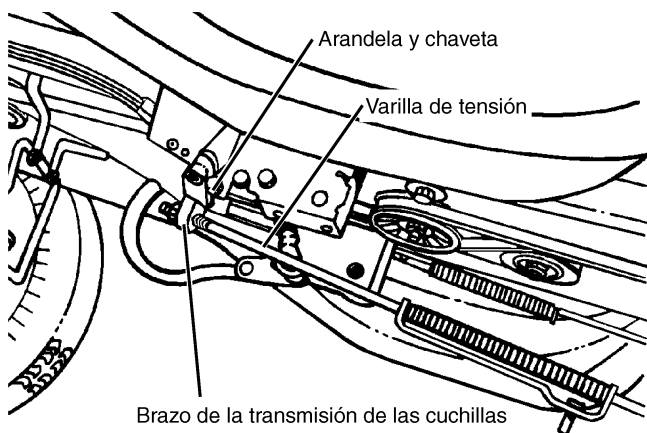
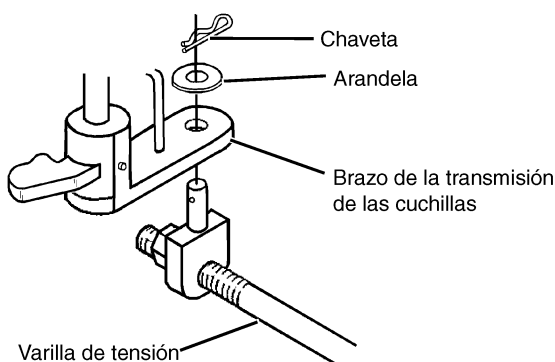

FIGURA 9
FIGURA 10
- Levante la varilla de tensión y únala al brazo de la transmisión de las cuchillas, con una arandela plana y una chaveta, que vienen en la bolsa de partes (Vea la FIGURA 9 y la FIGURA 10).